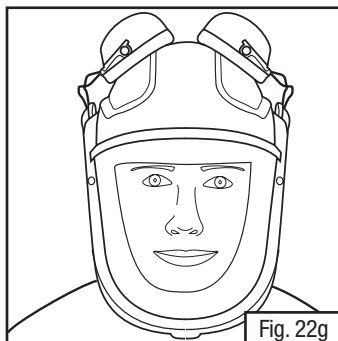

Fig. 22g
- **Rangement** : Les coquilles pivotent pour se ranger sur le dessus de la pièce faciale (Fig. 22g) si celle-ci est propre et exempte de contaminants. Veiller à ce que les coussinets d'étanchéité demeurent propres.